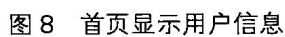

图 8 首页显示用户信息
⑧ 注册成功后，页面会返回首页，在首页上方会显示欢迎语，在首页右侧会显示用户昵称和剩余积分，这时便可进行在线学习和资源下载等操作，如图 8 所示。